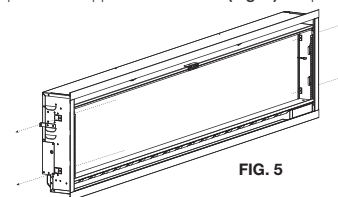

FIG. 5
- Use 4 screws to secure the appliance into the wall (FIG. 5). Do not over-tighten screws.
8. Utilisez 4 vis pour fixer l'appareil dans le mur (Fig. 5). Ne pas trop serrez les vis.